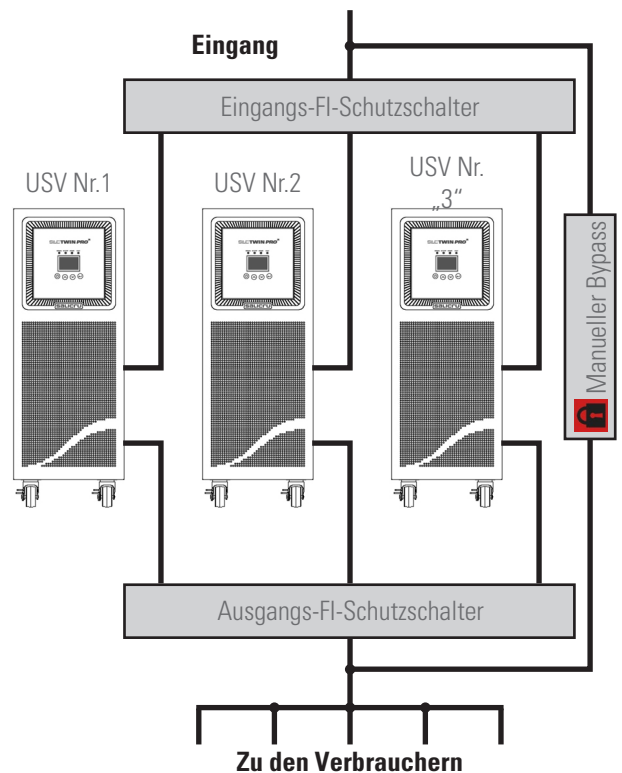

Abb. 23. Parallele Installation eines Verteilerkastens mit manuellem Bypass.
- Es ist erforderlich, die Installation der parallelen Systeme mit einem Kasten mit einzelnen Eingangs- und Ausgangsschutzeinrichtungen sowie mit einem manuellen Bypass mit mechanischer Verriegelung auszustatten, siehe Abb. 23. Für weitere Informationen im Abschnitt 5.1.5.4. die Beschreibungen bezüglich des manuellen Bypass-Kastens sowie die Anweisungen zur „empfohlenen Installation“ lesen.
- In der Abb. 23 ist ein Verteilerkasten mit manuellem Bypass für ein paralleles System dargestellt; für ein einzelnes Gerät muss entsprechend die Anzahl von Schaltern angepasst werden.